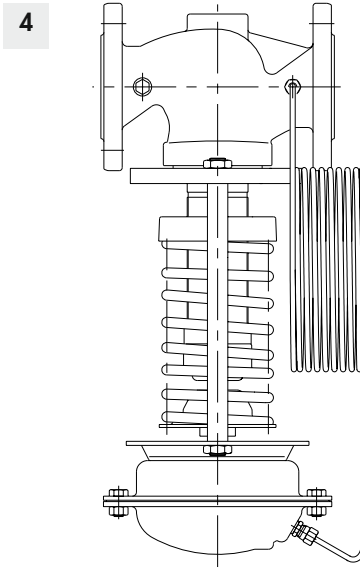

Bild 2: Steuerleitungsbausatz ohne Ausgleichsgefäß
- 1) Die minimal oder maximal zulässige Temperatur kann durch den Ventilwerkstoff eingeschränkt werden. Vgl. Temperaturdiagramme in ► T 2500, Bild 2.